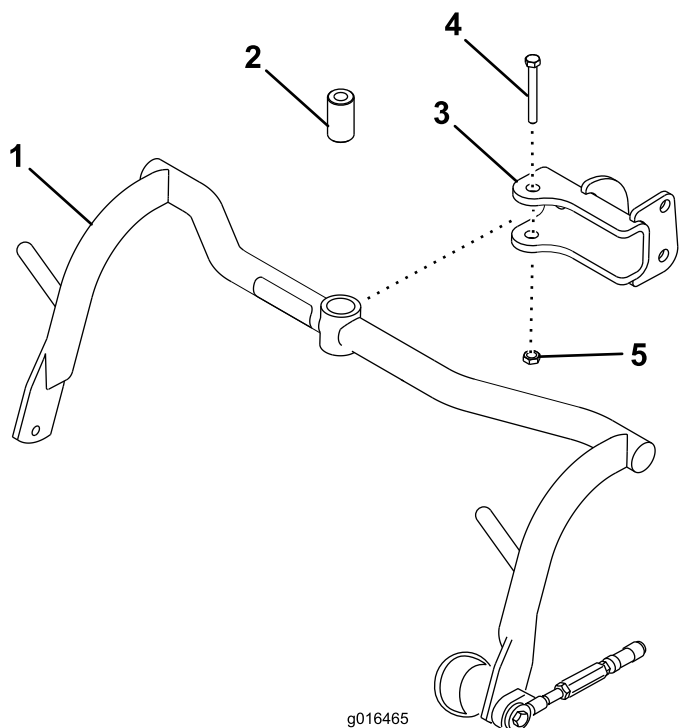

Bild 8
1. Befestigen Sie einen Trägerrahmen mit einem Distanzstück, einer Schraube ($\frac{1}{2}$ " x $3\frac{1}{4}$ ") und einer Sicherungsmutter ($\frac{1}{2}$ ") an jeder Lastöse, siehe Bild 8. Ziehen Sie diese auf ein Drehmoment von 91 bis 113 N·m fest.